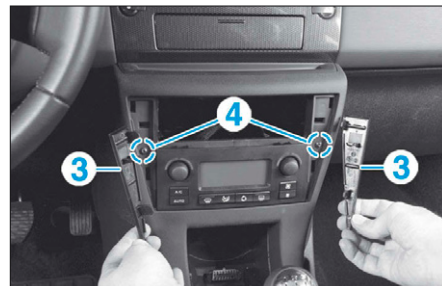

FIG. 22
- Dégrafer les enjoliveurs (3) (Fig.22).
- Déposer les vis (4) de la console de plancher.